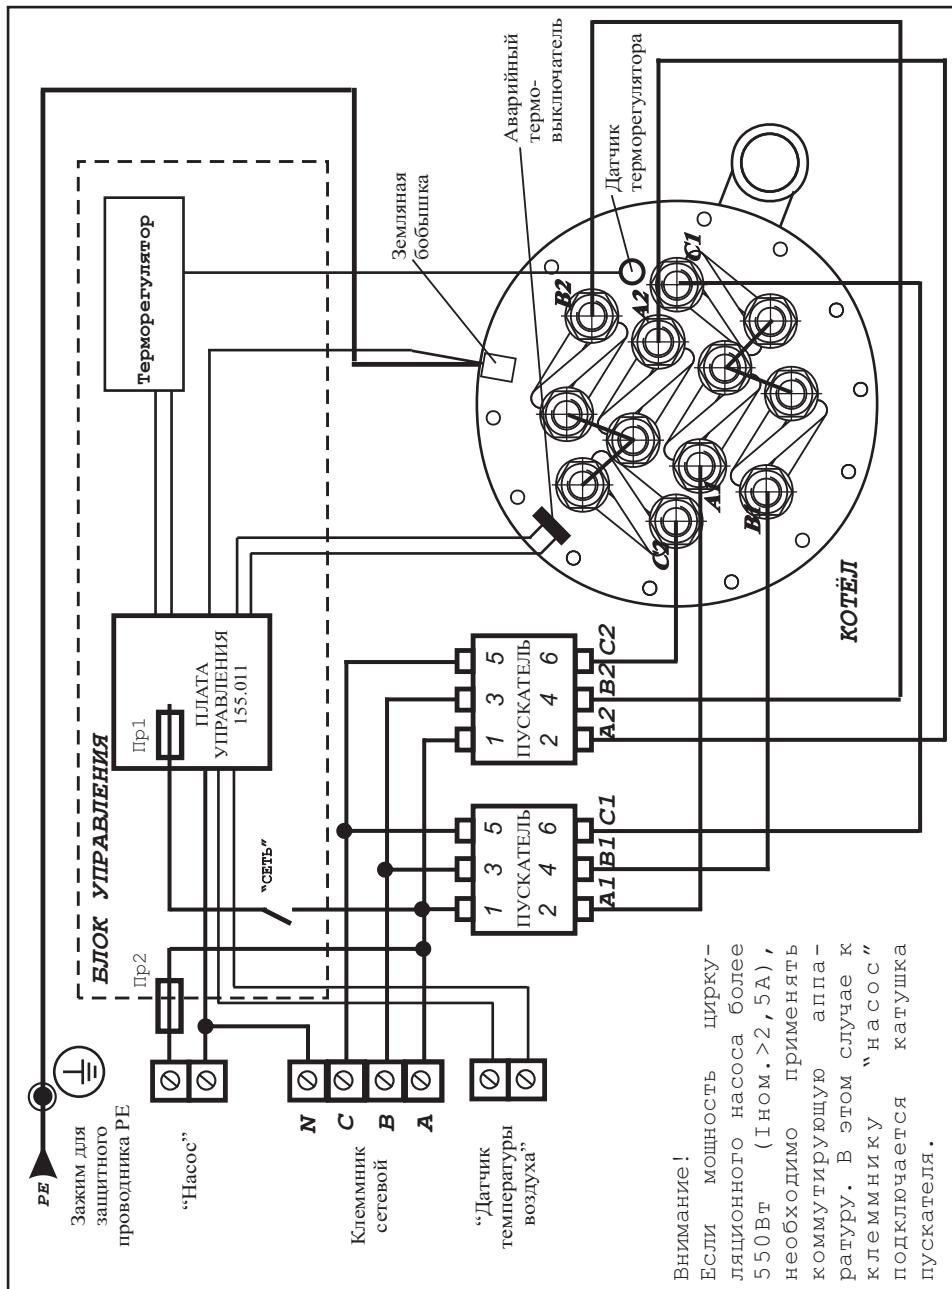

Рисунок 3 - Электрическая схема подключения
6.1.10 Подключение силового кабеля, шнура питания циркуляционного насоса, шнура датчика температуры воздуха производятся в соответствии с Рис. 3,4,5,6.